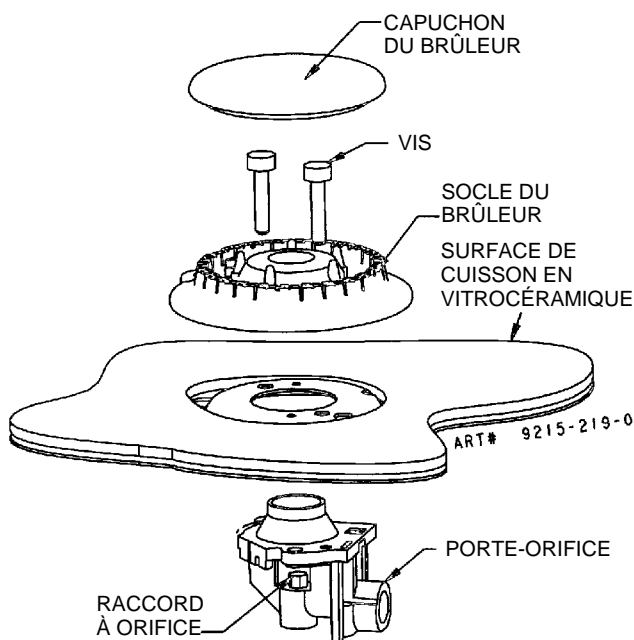

FIGURE 7
**Étape 2 :** Enlever le socle du brûleur en retirant les deux vis qui le retiennent en place. (Voir la figure 7.)
**Étape 3 :** Pousser fermement un tourne-écrou de 9/32 po (ou 7 mm) sur les raccords à orifice (figure 7) et desserrer le raccord en le tournant dans le sens anti-horaire. Retirer doucement le tourne-écrou du col du brûleur. Le raccord à orifice doit se trouver pris dans le creux. Répéter pour chaque brûleur.